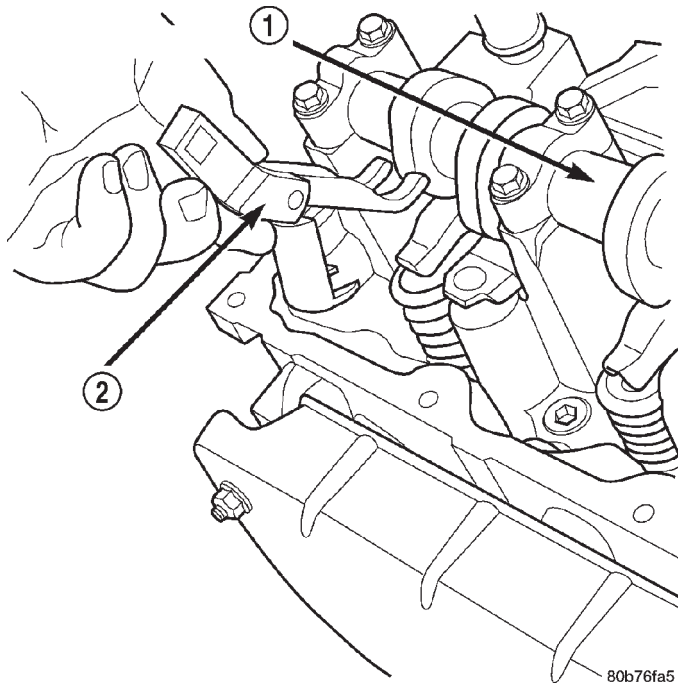

Abb. 60 Kipphebel—Ausbau
(1) Kipphebel und Hydrostößel mit Spezialwerkzeug 8516 (Ventilfederspanner) ausbauen (Abb. 60).
(2) Lagerdeckel der Nockenwelle ausbauen und Nockenwelle herausnehmen.
(8) Hydrostößel und Kipphebel montieren (Abb. 60).